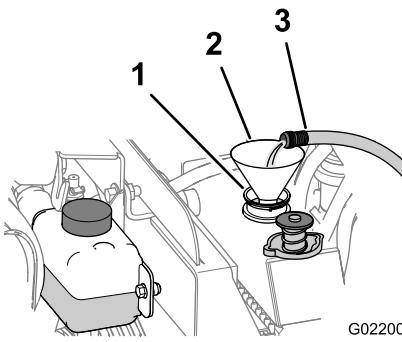

Рисунок 142
- B. Заполните радиатор чистой водой (Рисунок 142).